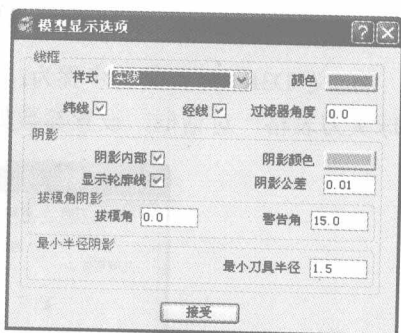

图 1-28 “模型显示选项”对话框
4) 单击视图查看工具栏中的“最小半径阴影”按钮,接着单击下拉菜单“显示”→“模型”命令,弹出如图 1-28 所示“模型显示选项”对话框,将“最小刀具半径”值依次设置为 3.0、2.0、1.5。我们发现,只有设置为 1.5 的时候,整个模型的圆角位置显示为绿色,这就表示此模型最小可用到 $\phi 3$ 的球头刀。